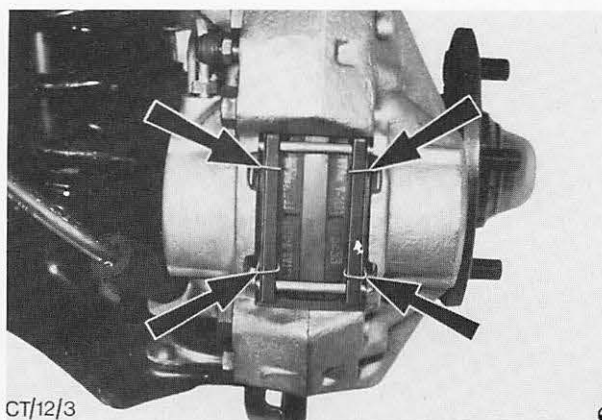

Abb. 27 Antirasselbügel
5. Antirasselbügel anbringen, Abb. 27, Haltestifte einsetzen und mit den Federsplinten sichern.